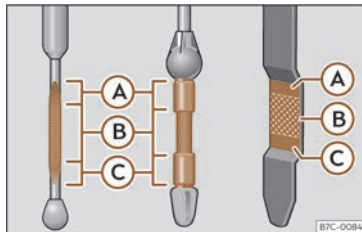

Fig. 229 Varilla de medición del nivel de aceite.
- A continuación, vuelva a extraerla y compruebe el nivel de aceite >>> **fig. 229**. En caso necesario, reponga aceite del motor.
- Cuando el nivel de aceite alcance como mínimo la zona >>> **fig. 229 B**, enrosque la tapa de la boca de llenado con cuidado >>> **①.**